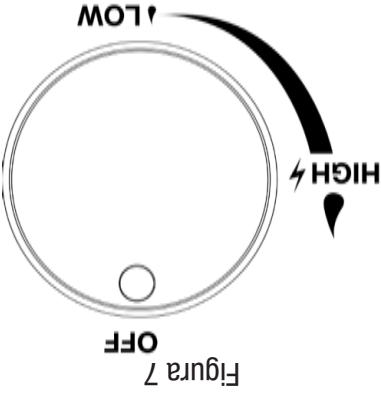

Figura 7
3. La perilla de control tiene que estar en la posición "OFF" (apagado). Vea la Figura 7.